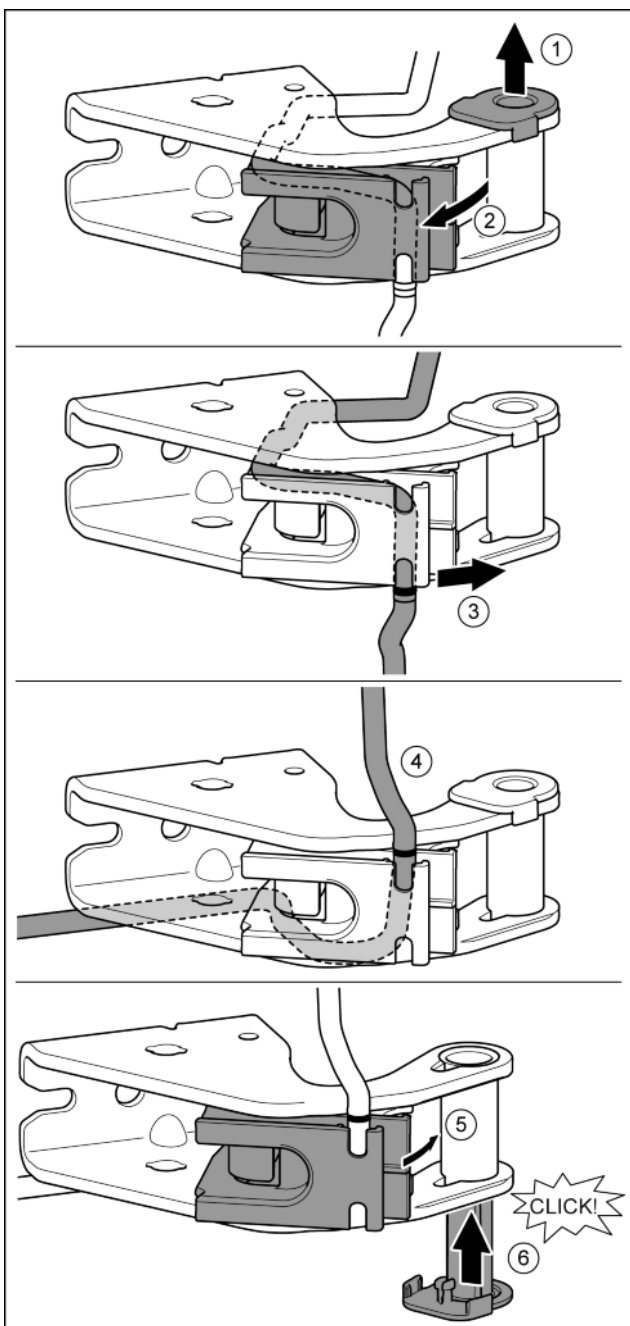

Fig. 26
- ▶ Tuleję łożyskową wyjąć z przewodnicy. Fig. 26 (1)
- ▶ Odchylić mocowanie kabla. Fig. 26 (2)
- ▶ Wyjąć szary kabel z przewodnicy. Fig. 26 (3)
- ▶ Kabel założyć odwrotnie. Fig. 26 (4)
- ▶ Wsunąć mocowanie kabla. Fig. 26 (5)
- ▶ Tuleję łożyskową założyć z drugiej strony i zazębić. Fig. 26 (6)